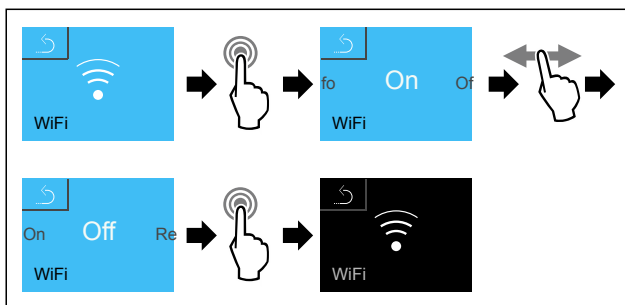

Fig. 97
- ▶ Efectuați pașii de acțiune (vezi Fig. 97).